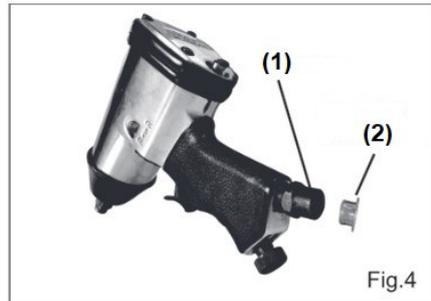

Fig.4
1. Entfernen Sie die Kunststoffschutzkappe **(2)** für den Lufteinlass **(1)**, wie in Abb. 4 gezeigt.